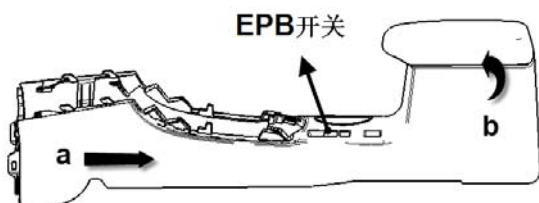

图 1.6.14 副仪表板本体的拆卸
- (6) 慢慢将副仪表板本体总成向车后方向移动适当距离，使副仪表板前端与仪表板配合处松开。
- (7) 用手拖住副仪表板本体将本体后部慢慢向上抬起，与地板成一定适当角度，松开与EPB开关相连的线束；再将整个本体向上抬高，使换挡机构慢慢穿过副仪表板本体上面的过孔，最后将本体取下。如图1.6.14所示；